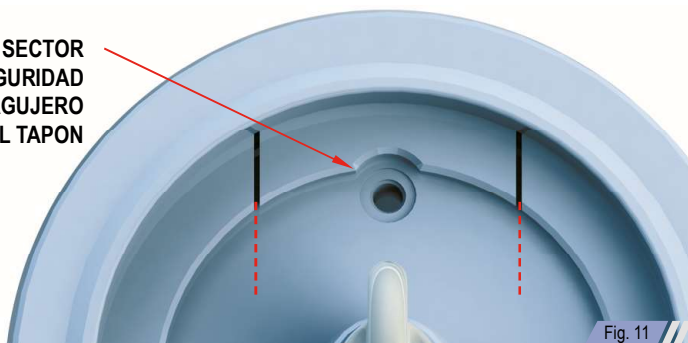

Fig. 11
2. **Colocar el sector de seguridad** (cortes paralelos) haciendo coincidir la muesca con el agujero roscado en el tapón. Ver fig. 11.